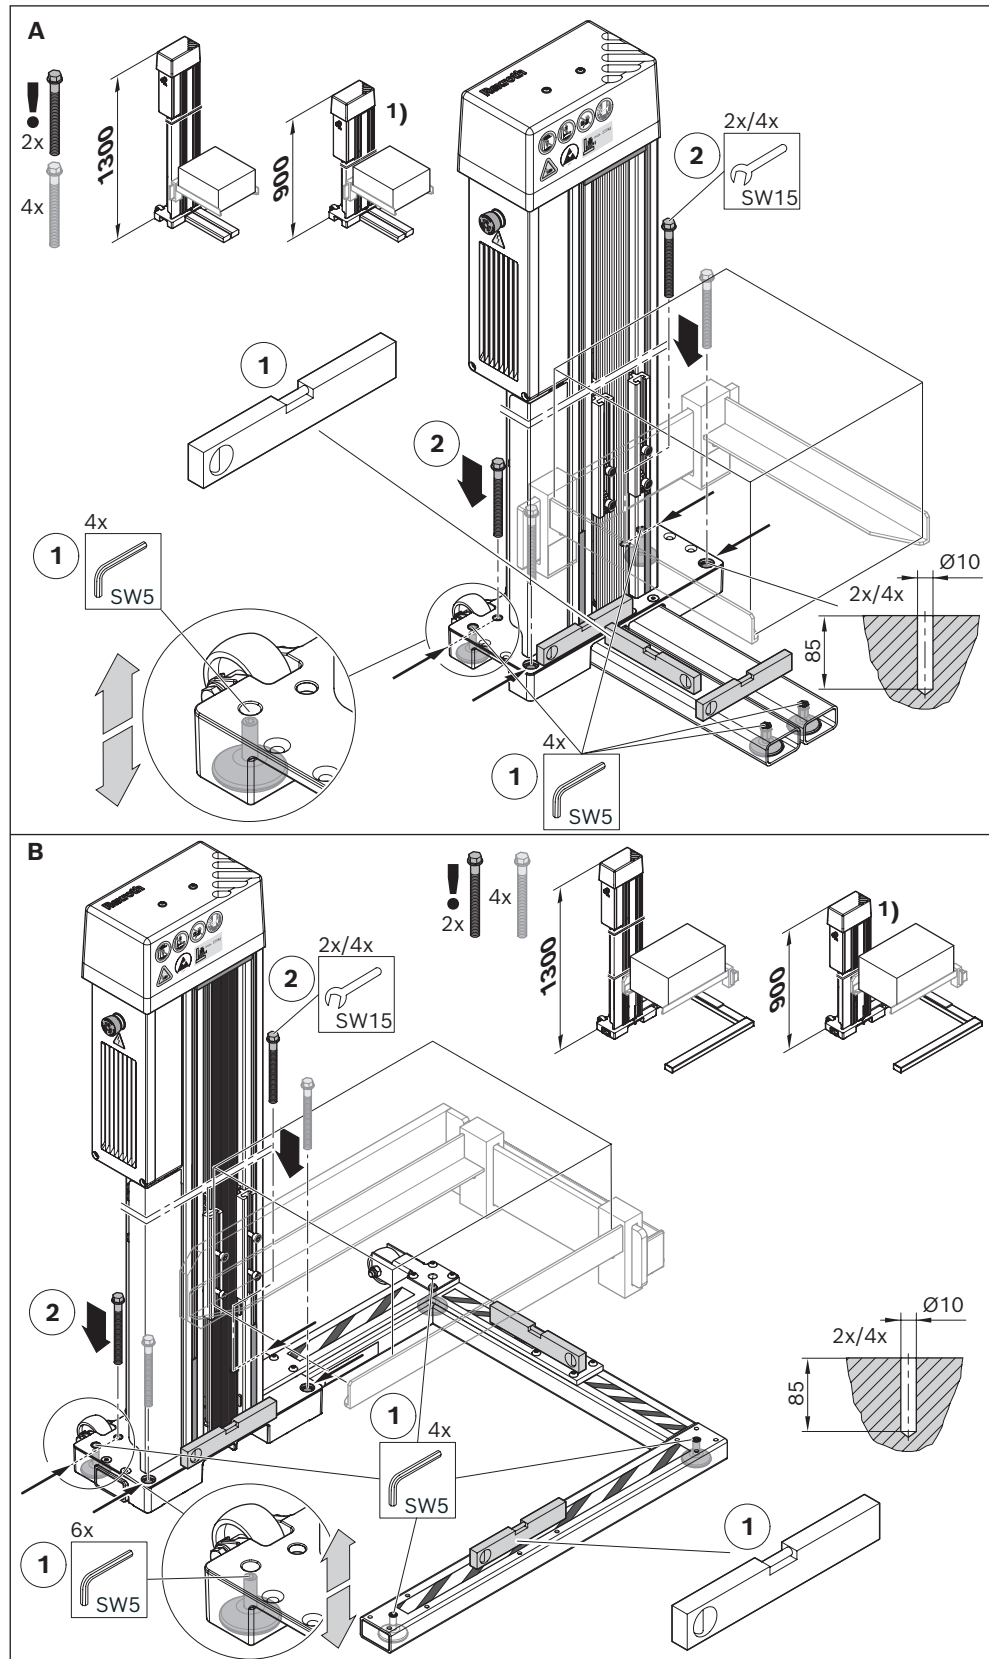

Fig. 15: Attacco filettato della piastra base (esempio A con braccio dritto; esempio B con braccio laterale)
2. Impedire il ribaltamento dell'elevatore di casse ¹⁾ ²⁾ ⁴⁾ livellando le difformità. Per farlo, utilizzare i piedi regolabili del dispositivo (vedere Fig. 15 e Fig. 16).
- Le asperità del pavimento possono essere livellate con una chiave a brugola (SW5) (1) finché l'elevatore di casse non è orizzontale.
- L'elevatore di casse deve essere avvitato sulla piastra base con le viti per cemento accluse (2) (vedere Tabella 7).
► Se i bracci sono montati sull'elevatore di casse, l'attacco filettato sulla piastra base deve essere effettuato come segue (Fig. 15, Fig. 16):